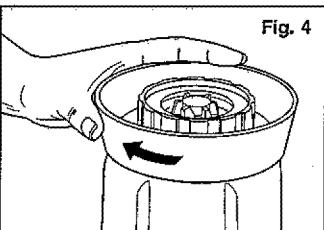
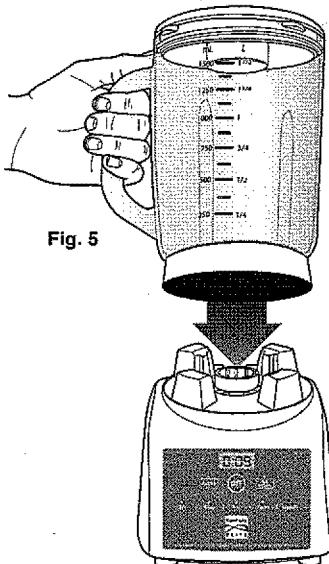

Fig. 4
Fig. 5
4. Tuerza el collar sobre el tarro. Sea seguro de ocupar las roscas correctamente y seguramente (Fig.4). Gire el tarro montado derecha arriba (Fig5).